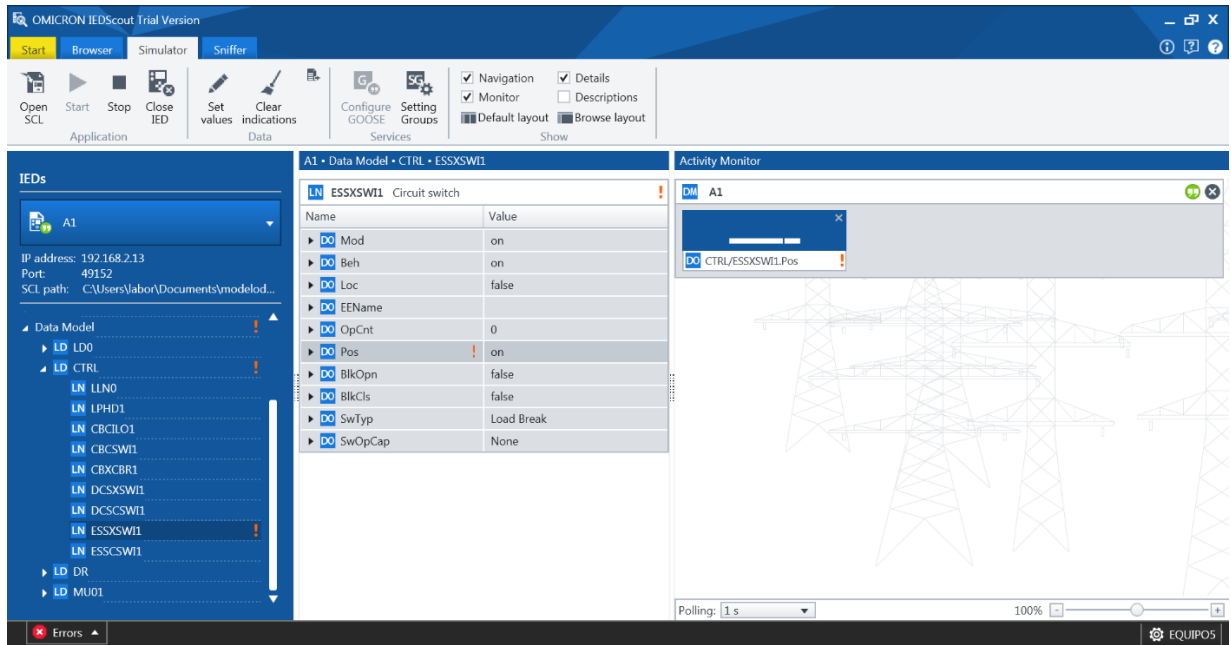

Imagen 421_Cambio de posición de interruptores.
6.1.15 Observamos en la **Imagen 421** la ventana de “Activity Monitor” de el interruptor hora está cerrada.